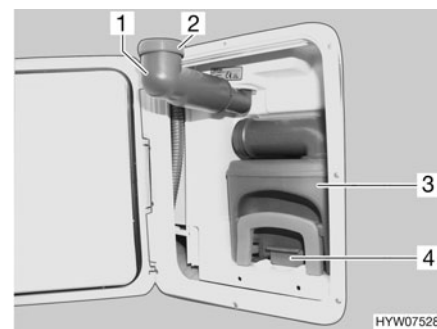

Fig. 165 Cassette Thetford
- Girar hacia fuera el tubo de llenado de agua potable (Fig. 165,1).
- Retirar la tapa roscada (Fig. 165,2).